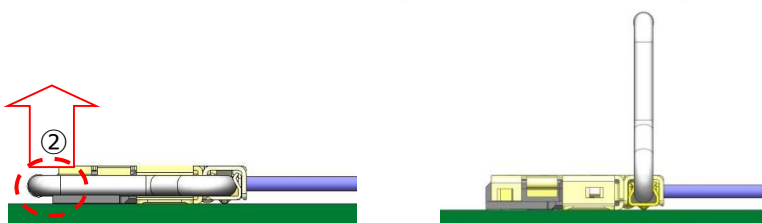
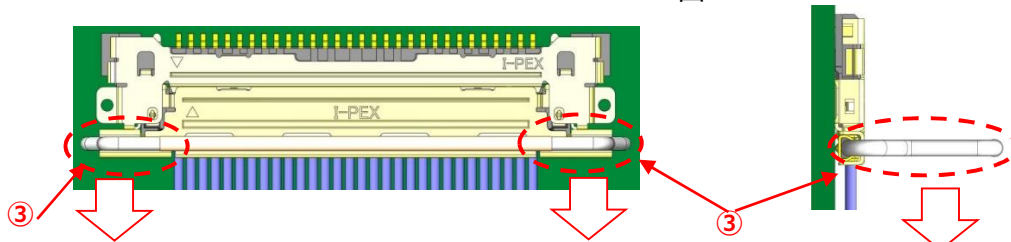

图 13
图 14
如图 13 所示，旋转拉环使其垂直，如图 14 所示，将③的垂直位置沿箭头方向与基板保持水平拔出。
**注意：使用①以外的地方向②方向抬起拉环时，拉环可能变形或者连接器破损。**
- 如图 14 所示，如果沿着箭头方向施加外力于线束上，可能会造成脱落或连接器损坏等，请注意避免。